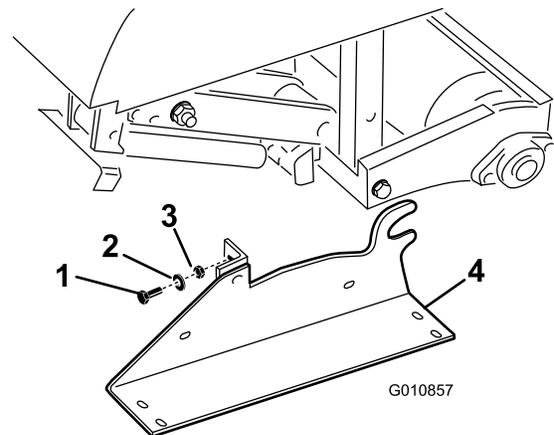

Bild 31
2. Entfernen Sie die Schrauben, Sicherungsscheiben und Muttern, mit denen die Sicherheitsstände am Aerifizierer befestigt sind (Bild 31).